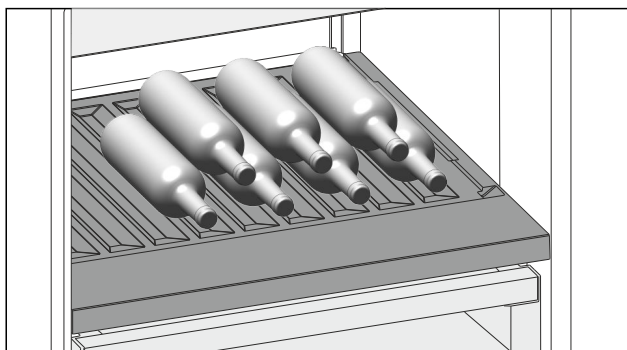

Fig. 108
- Stavite boce s dnom prema stražnjoj stijenci hladnjaka. (pogledajte Fig. 108)